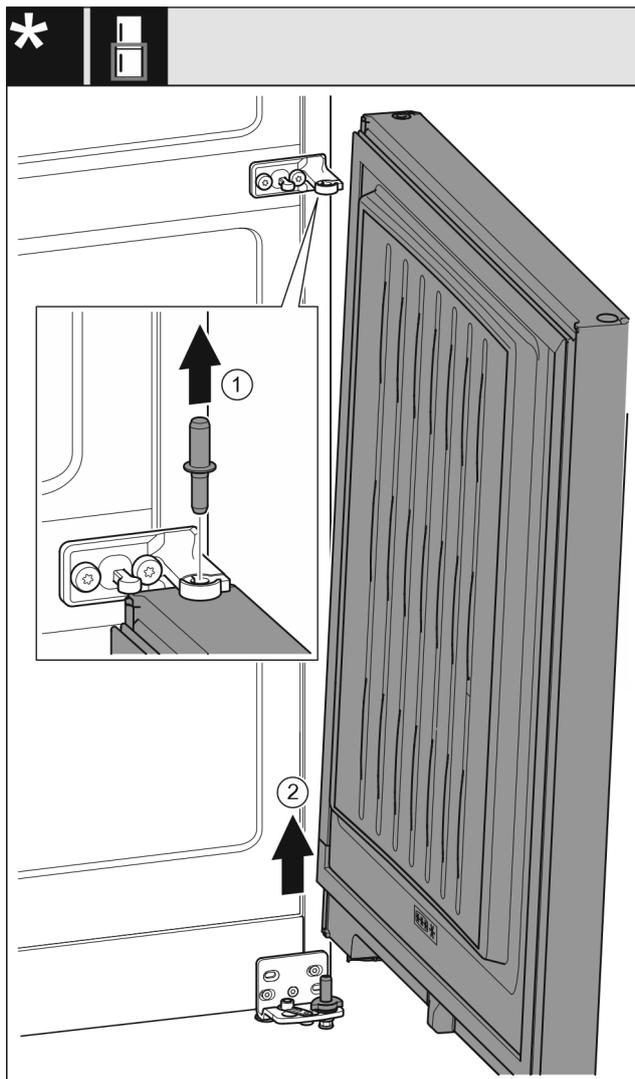

Fig. 7
- ▶ Extrageți în sus bolțul. Fig. 7 (1)
- ▶ Pivotați ușa în exterior, trageți în sus și așezați-o în lateral. Fig. 7 (2)